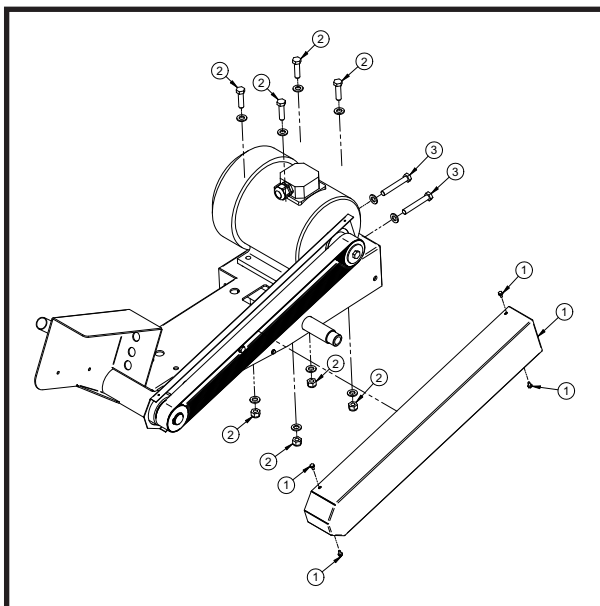

FIG. 8
2. Desenroscar los cuatro tornillos de fijación del cárter móvil de la correa (ref.1, fig.8).
3. Aflojar los cuatro tornillos (ref.2, fig.8) que fijan el motor eléctrico en el brazo portahoja.
4. Para tirar la correa, operar con la tuerca (ref.3, fig.8), aplicando una fuerza de aproximadamente $F=6$ kg en el centro del tramo libre de la correa la flecha deberá ser de aprox. $f=6$ mm (fig.9).
5. Apretar los tornillos del motor eléctrico (ref.2, fig.8), verificando la alineación de la polea del motor y aquella de la hoja.
6. Reinstalar el cárter de la correa y fijarlo mediante sus cuatro tornillos (ref.1, fig.8).
2. Desenroscar los 4 tornillos que bloquean el cárter móvil de la correa (ref.1, fig.8).
3. Aflojar los 4 tornillos (ref.2, fig.8) que ajustan el motor eléctrico al brazo portadisco.
4. Aflojar la correa interviniendo en los tornillos (ref.3, fig.8) y sustituirla con la correa nueva.
5. Tensar la correa interviniendo en los tornillos (ref.3, fig.8), si el tensado de la correa es correcto, aplicando una fuerza de aproximadamente $F=6$ Kg en el centro del tramo libre de la correa, la flecha deberá ser de aproximadamente $f=6$ mm (fig.9).
6. Ajustar los tornillos del motor eléctrico (ref.2, fig.8) controlando la alineación de la polea del motor y la del disco.
7. Montar nuevamente el cárter de la correa y bloquearlo con los 4 tornillos (ref.1, fig.8).